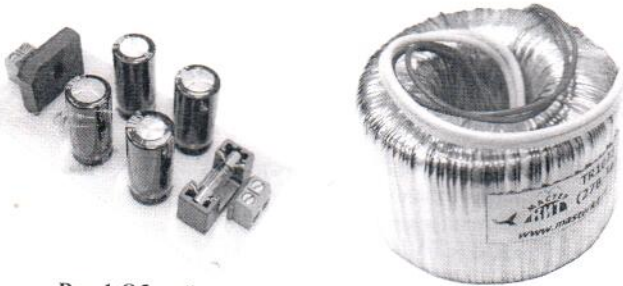
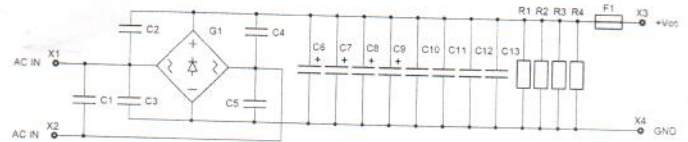
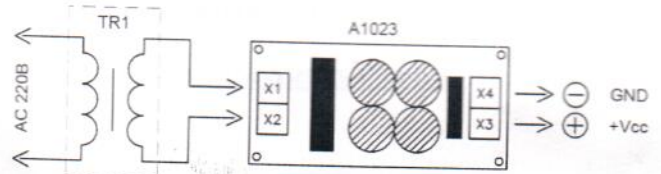

Рис.1 Общий вид устройства и тороидального трансформатора
Рис.2 Схема электрическая принципиальная
Рис.3 Схема подключения
Общий вид устройства и тороидального трансформатора представлен на рис.1, схема электрическая принципиальная – рис.2.
Принципиальная электрическая схема приведена на рис.2, схема подключения на рис.3.
2. Подключите трансформатор и нагрузку согласно схеме подключения рис.3.